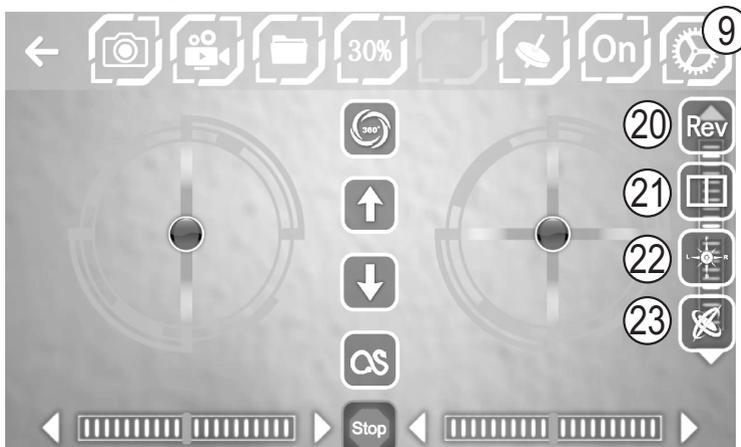

Figure 15
Si l'icône de roue dentée (voir figure 15, pos. 9) est activée, les icônes supplémentaires suivantes sont affichées :
Avec « REV » (figure 15, pos. 20), vous pouvez faire tourner l'image vidéo à 180°. Tout est alors à l'envers.
Sélectionnez « VR » (figure 15, pos. 21) pour activer une fonction semblable à un mode 3D. L'affichage en direct de l'image de la caméra est divisé en deux parties sur l'écran du smartphone. En utilisant une paire de lunettes de réalité virtuelle (des « lunettes VR » ; non fournies, à acheter séparément), vous pouvez piloter en mode FPV quasiment en 3D (avec une perspective spatiale). Activez la fonction 3D dans l'application et montez votre smartphone dans les lunettes VR (consultez le mode d'emploi afférent). Mettez les lunettes VR et commencez à voler.
L'icône de la figure 15, pos. 22 permet d'activer le mode headless. Son fonctionnement est similaire à celui déjà décrit au chapitre 12.
→ Si les possibilités de réglage des éléments de compensation (trim) ne sont plus suffisantes pour que le modèle vole de façon stable et sans dérive ou si les caractéristiques de vol sont différentes de d'habitude, les capteurs du drone doivent être recalibrés. Pour ce faire, placez le drone prêt à voler sur une surface plane horizontale. Appuyez sur l'icône de calibrage (figure 15, pos. 23). Les LED situées sur les bras se mettent à clignoter. Le calibrage est terminé avec succès lorsque les LED sont à nouveau allumées en continu.